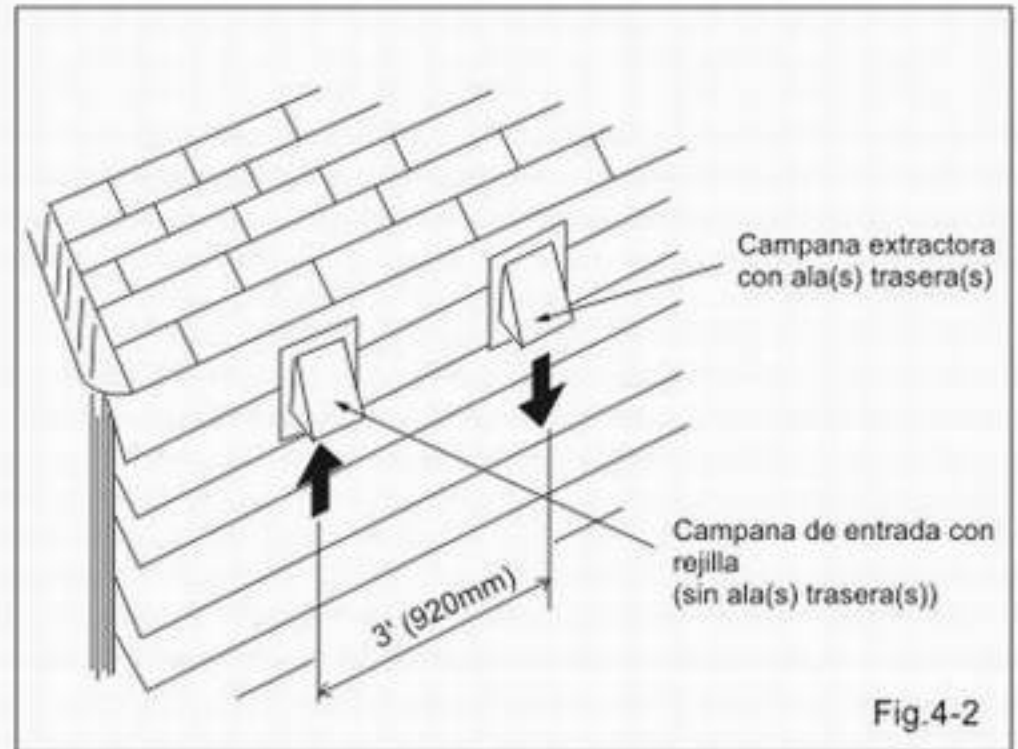

Fig.4-2
9. Colocar las campanas de entrada y de extracción a por lo menos 3'(920mm) la una de la otra. (Fig.4-2)